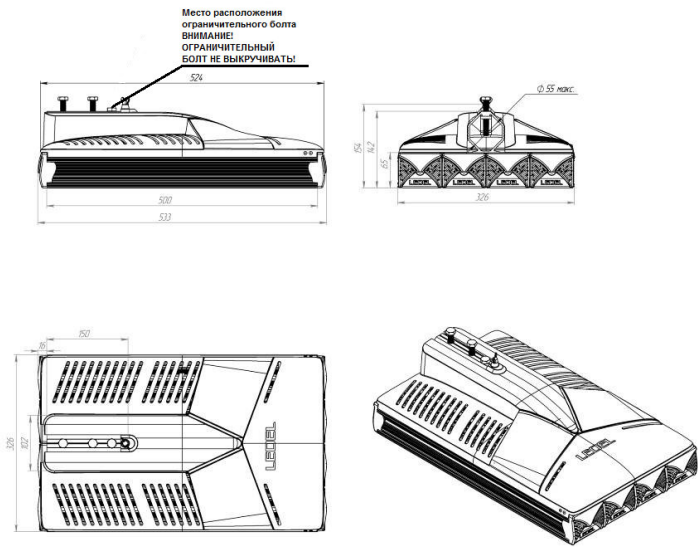

Рисунок 1 Габаритные размеры светильника «L-street 96»
- 1. Ослабить фиксирующие болты (кроме ограничительного болта, см. рис. 1);